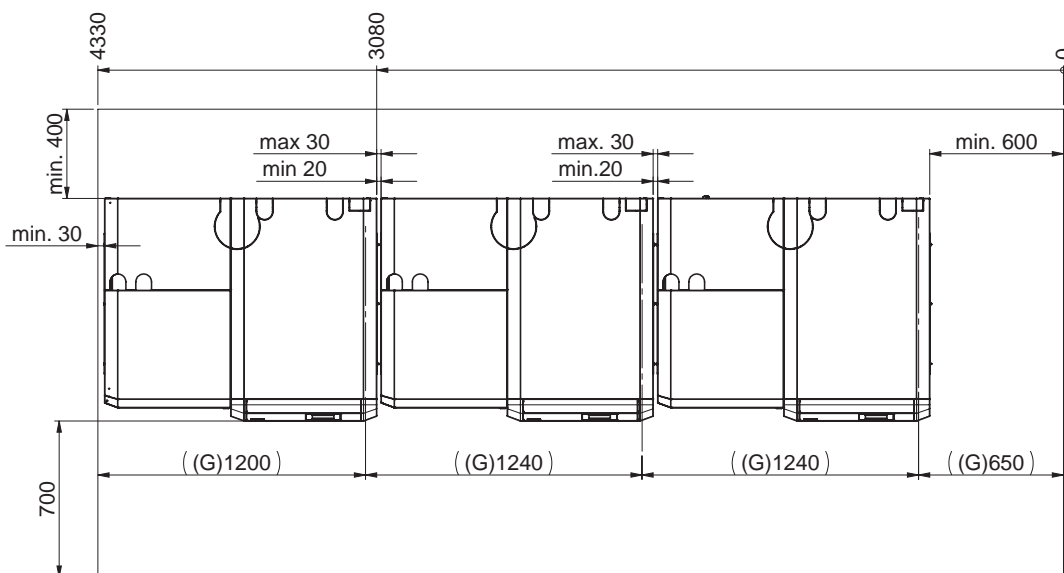

Fig.19 BioWIN 2 Touch BWE 382-632 Cascata – vista dall'alto
- Distanza l'una dall'altra di 20-30 mm – Fig. 19, con questa configurazione, le coperture del rivestimento devono essere rimosse prima di montare le pareti laterali – vedi punto 12.14 e punto 12.18.